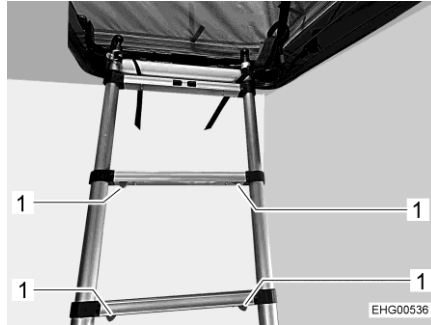

Fig. 72 Échelle de montée
- Rétracter l'échelle de montée échelon par échelon. Pousser pour ce faire les deux boutons de sécurité rouges (Fig. 72,1) situés sous chaque échelon.